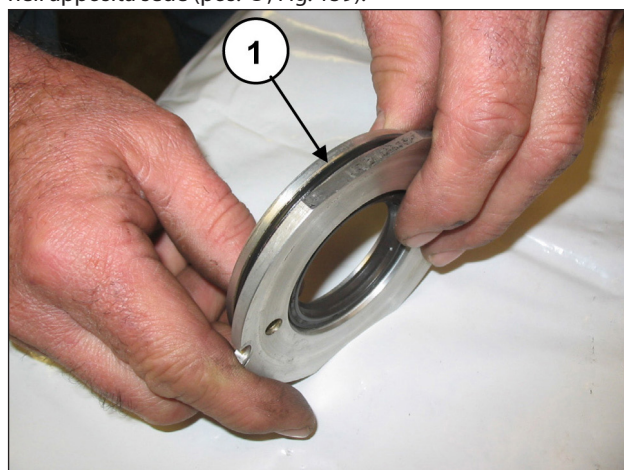
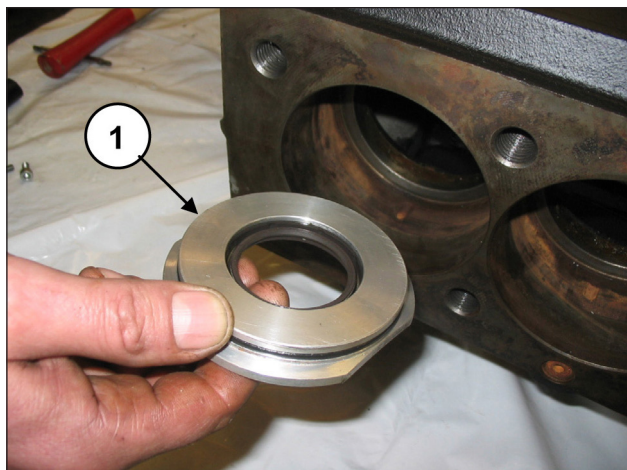

Fig. 158
Fig. 159
Posizionare l'O-Ring (pos. ①, Fig. 158) nella sede del coperchio paraolio ed inserire il gruppo montato all'interno del carter nell'apposita sede (pos. ①, Fig. 159).